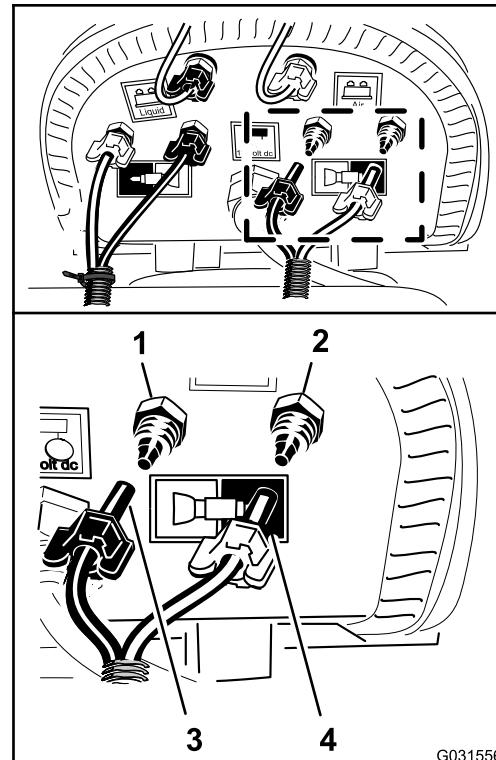

**Bild 142**
1. Montieren Sie die Schlüsse mit dem Kabelbinder, den Sie in Schritt 9 in Vorbereiten der neuen Schlüsse für die Schaummarkiererdüsen \(Seite 16\) vorbereitet haben, und fluchten Sie den blauen Schlauch für den rechten Sprühabschnitt mit dem Druckanschlussstück für den Wasserkreislauf des rechten Sprühabschnitts aus (Bild 142).
2. Befestigen Sie die Druckmutter für den Schlauch auf dem Anschlussstück und ziehen die Mutter mit der Hand an (Bild 142).
3. Fluchten Sie den durchsichtigen Schlauch für den rechten Sprühabschnitt auf dem Druckanschlussstück für den Luftkreislauf für den rechten Sprühabschnitt aus (Bild 142).
4. Befestigen Sie die Druckmutter für den Schlauch auf dem Anschlussstück und ziehen die Mutter mit der Hand an (Bild 142).